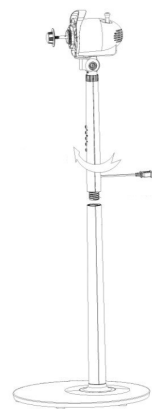

Abb. 2
6. Befestigen Sie das Motorgehäuse/obere Standrohr, indem Sie es ins untere Standrohr schrauben (im Uhrzeigersinn drehen, Abb. 2).